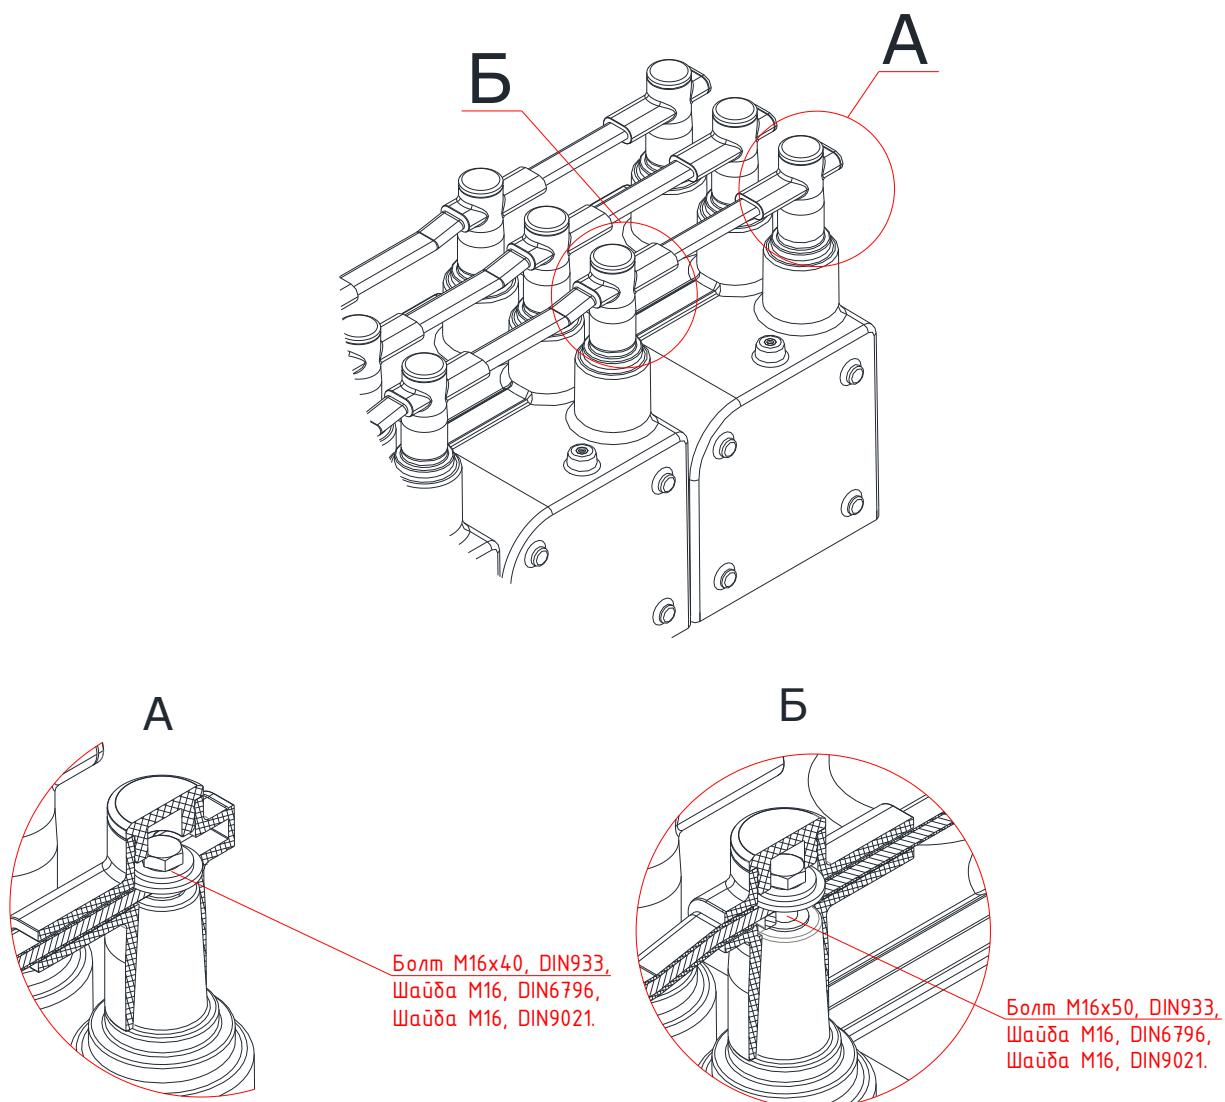

Рис. 19 Монтаж сборных шин (вид сзади на шкафы КРУ)
2.5.2.7 В случае поставки отдельных ячеек, не собранных в одну секцию, монтаж сборных шин производится согласно монтажному чертежу. Пример монтажа сборных шин приведен на рис. 19. Монтаж шин производится послестыковки ячеек в секцию. Перед соединением сборных шин необходимо протереть контактные поверхности при помощи чистого безворсового материала, смоченного техническим спиртом. Соединение ячеек осуществляется при помощи комплекта присоединения. Состав комплекта присоединения табл.4